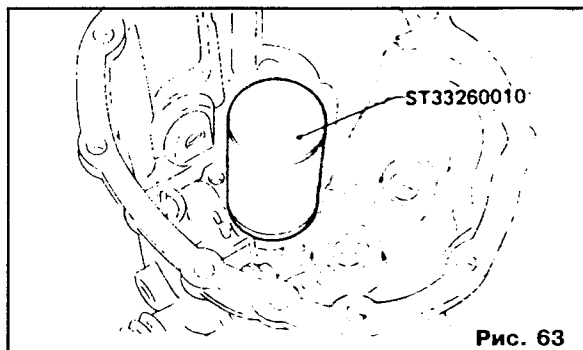

Рис. 63
- Задний подшипник ведущего вала заднего удлинителя (см. рис. 63).